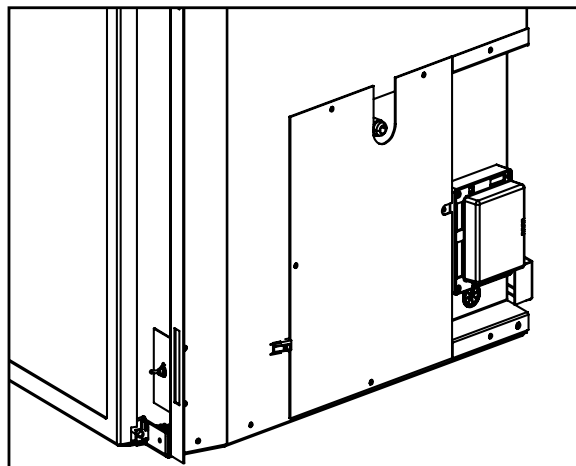

Figure 31: emplacement de connexion de gaz
- Un $\frac{3}{8}$ "45° raccord évasé et un connecteur flex sont livrés avec l'appareil (voir les figures 31 et 32). Consulter les autorités locales pour les codes locaux ou utiliser la norme CAN / CGA B149 (1 ou 2) le code d'installation au Canada. Aux États-Unis, les installations de gaz, soit suivre les codes locaux ou de l'édition actuelle du National Fuel Gas Code ANSI Z223.1.